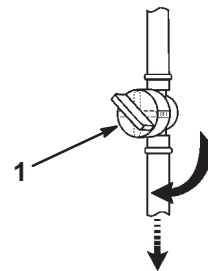

Bild 9
1. Öffnen Sie den Kraftstoffhahn (Bild 9), der sich zwischen dem Kraftstofftank und dem Motor befindet.